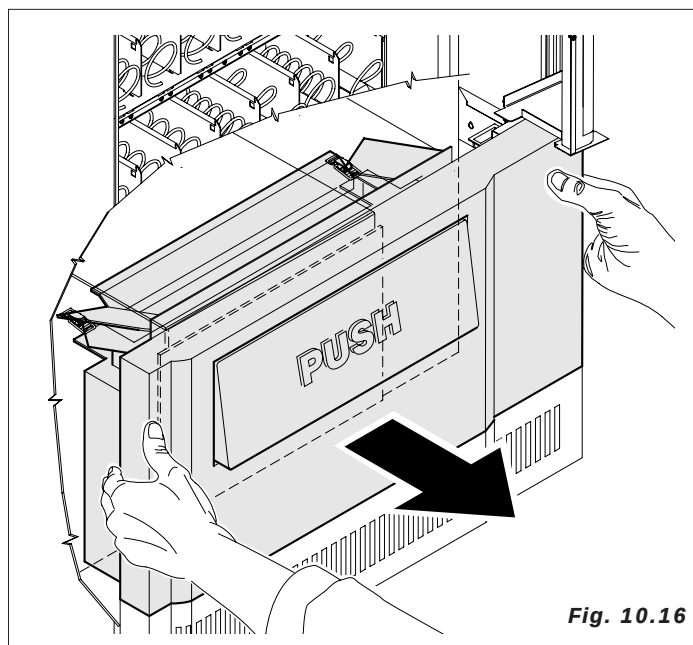

Fig. 10.16
- Extraer el grupo del espacio de suministro (Fig.10.16)